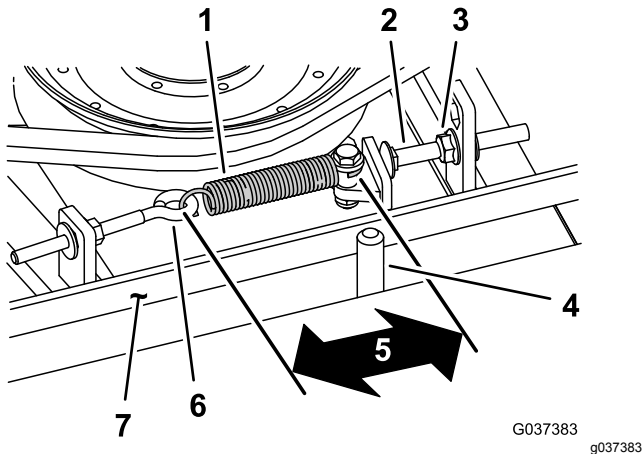

Figura 77
Cuando está correctamente tensado, la longitud en el interior del muelle de extensión (entre ganchos) debe ser de 8,3 cm a 9,5 cm aproximadamente. Una vez que haya obtenido la tensión correcta del muelle, ajuste el perno de tope (perno de cuello cuadrado) hasta que quede aproximadamente 2–5 mm de holgura entre la cabeza del perno y el brazo tensor (Figura 77).
Nota: Asegúrese de que la correa está colocada en el lado del muelle de la guía de la correa (Figura 77).
2. Afloje el perno de ojal para poder retirar el muelle de extensión (Figura 77).
3. Afloje la tuerca con arandela prensada que fija el perno de tope a la pestaña de montaje, y aparte la polea tensora de la correa para aliviar la tensión de la correa (Figura 77).
9. Conecte el muelle de extensión (Figura 77) al perno de ojal y tense la correa de la siguiente manera: